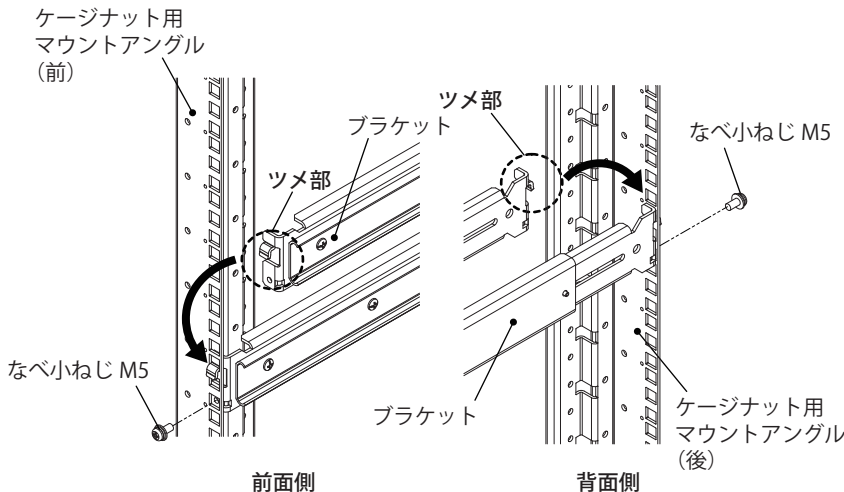

図6
- ①ブラケットの長さを前後マウントアングル間のピッチに調整してください。
- ②ブラケットのツメ部をケージナット用マウントアングル(前)・(後)の角穴に引掛け、付属のなべ小ねじ M5 で固定してください。使用する角穴の位置は、取付位置(1U)の上側の角穴となります。(図6、図7)